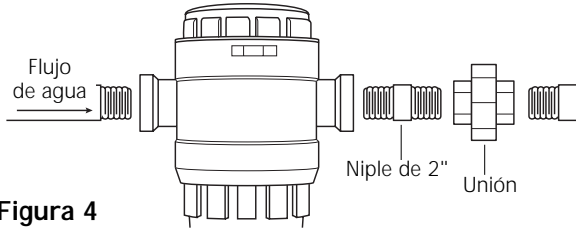

Figura 4
6. Aplique tres vueltas de cinta de teflón alrededor de las roscas del tubo que viene del contador de agua. Usando la abertura "ADENTRO" (consulte la Figura 4), atornille el filtro en el tubo de agua hasta que quede ajustado. Si saca el tanque, este procedimiento será más fácil. NO APRIETE DEMASIADO.
7. Envuelva con tres vueltas de cinta de teflón cada extremo del niple de 2" y atornille un extremo en la abertura "AFUERA" del filtro (consulte la Figura 4). Atornille la unión en el otro extremo del niple.